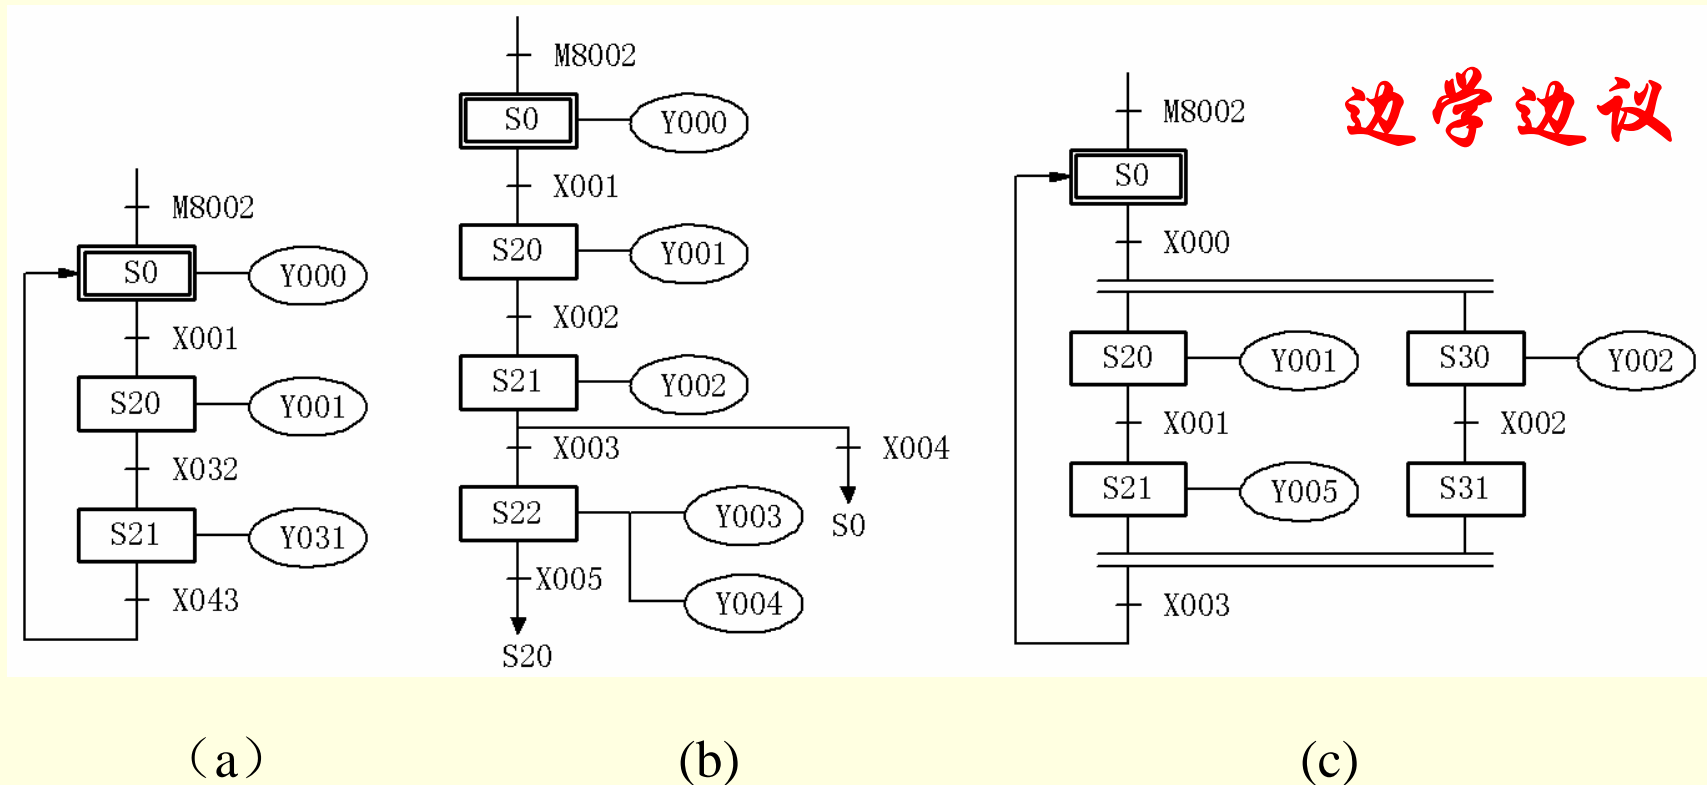

图5-43 题3的图
3. 用STL指令编写出图5-43所示状态转移图的梯形图指令。